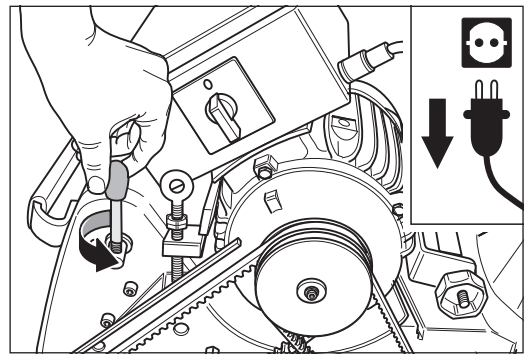

Abb. 35 Den Bedienungshebel vom Aggregat abschrauben.
- 7 Schrauben Sie den Bedienungshebel vom Aggregat ab (Abb. 35).